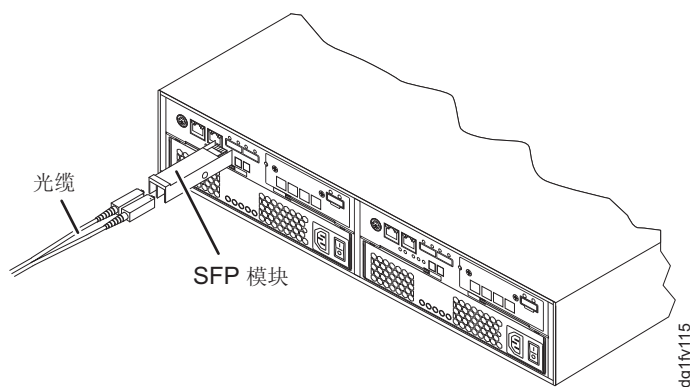

图 24. 将 SFP 模块安装到主机端口中
4. 将 SFP 模块插入主机端口, 直至其卡嗒一声就位。请参阅第 36 页的图 24。